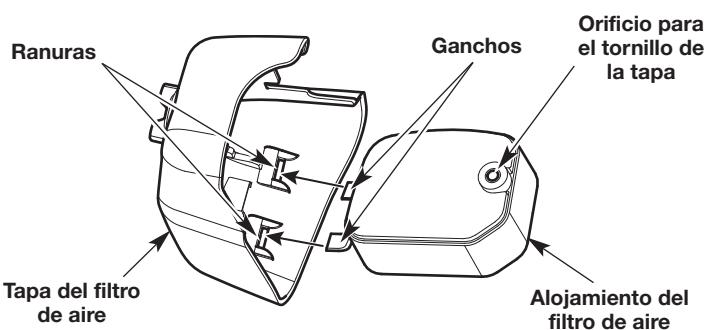

Fig. 30
7. Inserte los ganchos del alojamiento del filtro de aire dentro de las ranuras de la tapa del filtro de aire (Fig. 30).
8. Debe girar la tapa del filtro de aire hacia la derecha y alinear el tornillo de la cubierta con el orificio destinado a dicho tornillo (Fig. 30). Apriete el tornillo de la tapa para sujetar dicha tapa.